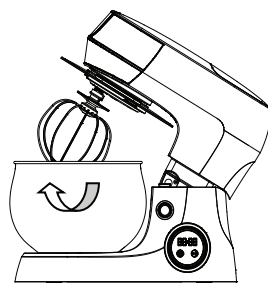

Рисунок 5
5. Установите крышку чаши (22) на поворотный кронштейн (13) и слегка поверните ее по часовой стрелке, чтобы она надежно зафиксировалась. Крышка чаши может предотвратить подъем смеси на верх насадки.
6. Поместите продукты в смесительную чашу (26).
7. Установите миску для смешивания в углубление на основании комбайна (19).
9. Наденьте насадку (23 / 24 / 25) на привод для насадок (21) и поверните, чтобы зафиксировать (см. рис. 5).